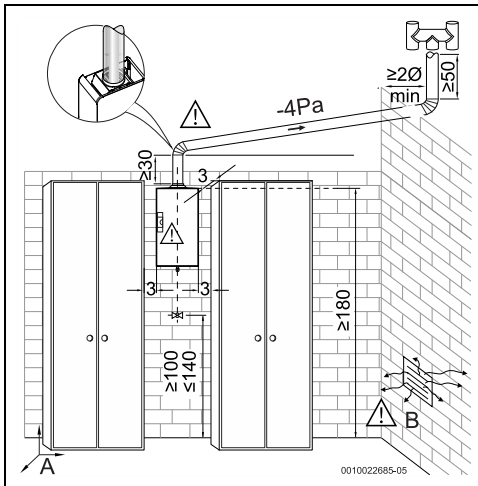

Fig. 8 Distancias mínimas
- ▶ Respetar las separaciones mínimas indicadas en la Fig. 8.
- ▶ Asegurarse de un libre acceso de trabajos de mantenimiento y cumplir para ello las distancias indicadas en la imagen 8.